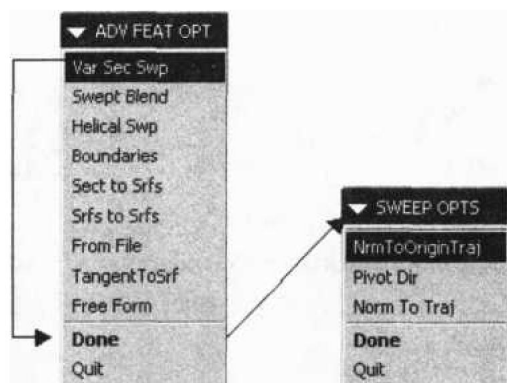

图 1-3
扫描选项菜单, 如图 1-3 右图所示, 有三个选项, NrmToOriginTraj (垂直于原始轨迹)、Pivot Dir (轴心方向)、Norm To Traj (垂直于轨迹)。
(1) 在 SRF OPTS (曲面选项) 菜单, 选 Advanced→Done (高级→完成), 系统显示 ADV FEAT OPT (高级特征选项) 菜单, 如图 1-3 左图所示。
(2) 在 ADV FEAT OPTS (高级特征选项菜单) 选 Var Sec Swp→Done (可变截面扫描曲面→完成), 系统显示 SWEEP OPTS (扫描选项) 菜单, 如图 1-3 右图所示, 在屏幕右